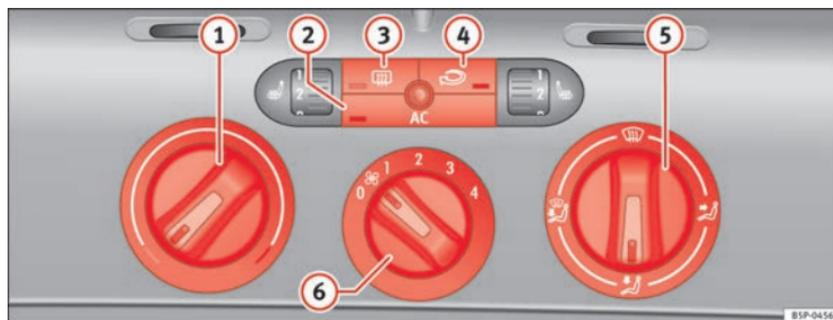

Fig. 130 Mandos del Climatic en el tablero de instrumentos
- Gire el regulador de la temperatura ⇒ **fig. 130** **1** hacia la derecha hasta alcanzar el grado de calefacción deseado.